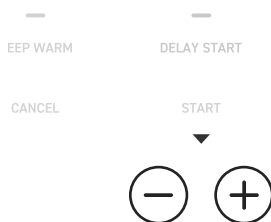

Figura 9.1
3. Pulse los botones **-** o **+** para ajustar el temporizador de inicio retardado de 10 minutos (00:10) a 24 horas (24:00). [Figura 9.1]